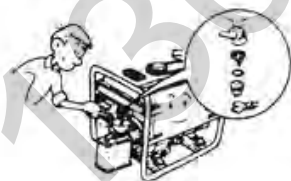

Рис. 46
8.1 Злийте паливе з паливного баку (Рис. 46).